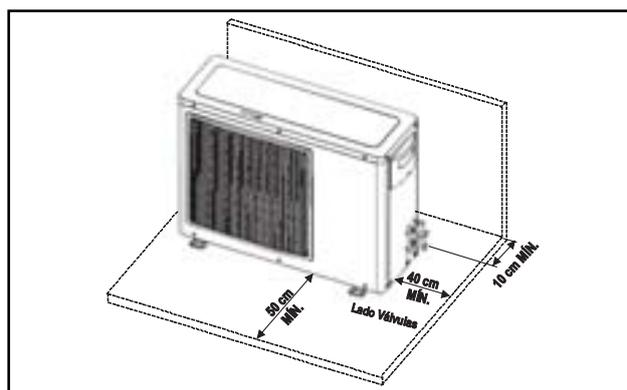

FIGURA 1 - ESPAÇOS MÍNIMOS RECOMENDADOS PARA INSTALAÇÃO
- * Obedecer os espaços requeridos para instalação e circulação de ar conforme figura 1.